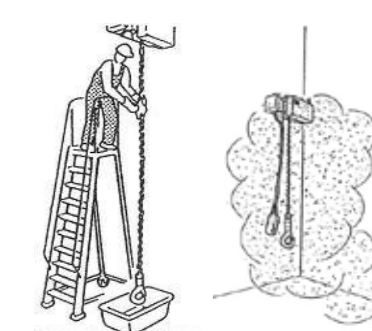

fig.87
6. Lavare tutto il tratto della catena partendo dall'alto con il pennello e il cherosene avendo cura di rimuovere qualsiasi tipo di sporco specie le polveri che diventano dei veri e propri abrasivi. (fig.87)
**Questa operazione deve essere effettuata settimanalmente se il paranco è installato in ambienti molto polverosi con atmosfere aggressive. (fig.87)**